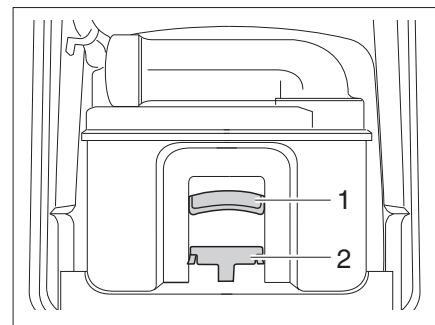

Fig. 156 Cassette Thetford
- Tirer l'étrier de fixation (Fig. 156,2) vers l'avant afin de déverrouiller la toilette à cassette et extraire la cassette par la poignée (Fig. 156,1).